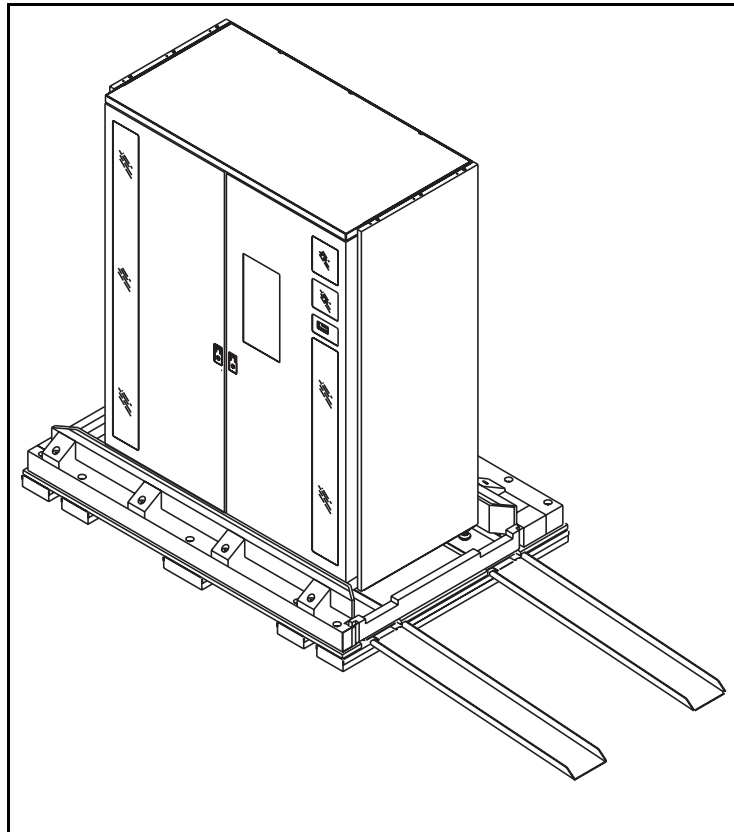

Figure 4-10. Préparation de la rampe
3. Placez les deux rampes dans les fentes prévues au bord de la palette (voir Figure 4-10). La rampe peut être installée du côté droit ou du côté gauche de la palette.